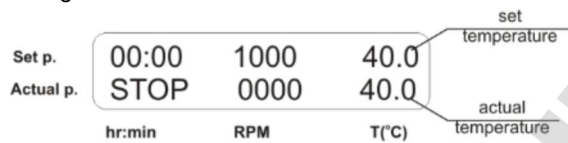

Fig. 4 Panneau de configuration en mode d'opération
- 5.8. Supposons que le relevé d'un capteur indépendant est de 39 °C mais que l'écran affiche une température actuelle de 40 °C (Fig.4). Il est alors nécessaire de corriger de 1 °C.